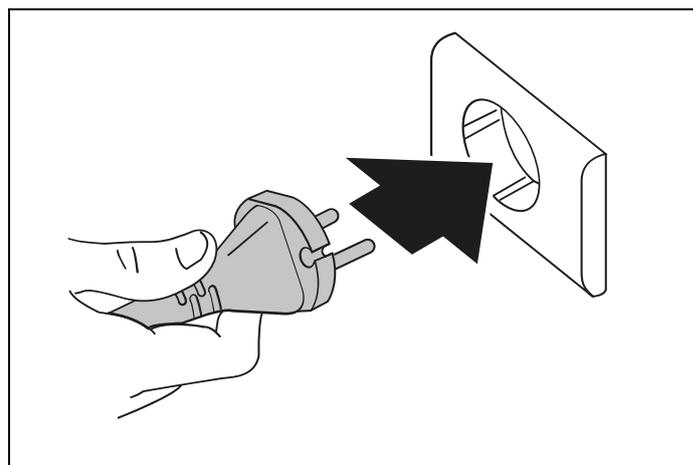
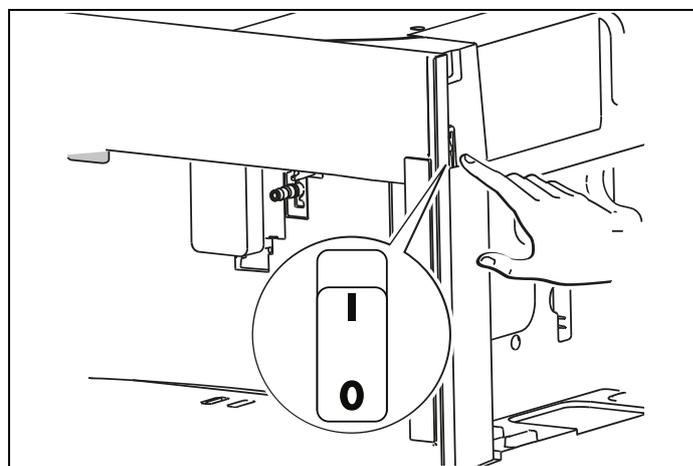

Fig. 15
Fig. 16
- 1) Branchez l'appareil au réseau électrique (Fig. 15) et s'assurer que l'interrupteur principal (**A19**) sur le côté de l'appareil est enfoncé (Fig. 16) ;
Avant d'allumer l'appareil, s'assurer que l'interrupteur principal (A23) est enfoncé (Fig. 16). Chaque fois que l'appareil est allumé, il effectue un cycle automatique de préchauffage et de rinçage qui ne peut être interrompu. L'appareil n'est prêt à l'emploi qu'une fois ce cycle terminé.
- 2) Relâchez l'interrupteur principal (A23) situé sur le côté de l'appareil (Fig. 16).